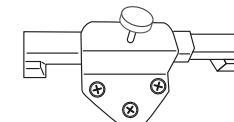

Рис.8
- Установите вентилятор и зафиксируйте его барашковым винтом, как показано на (рис.8).